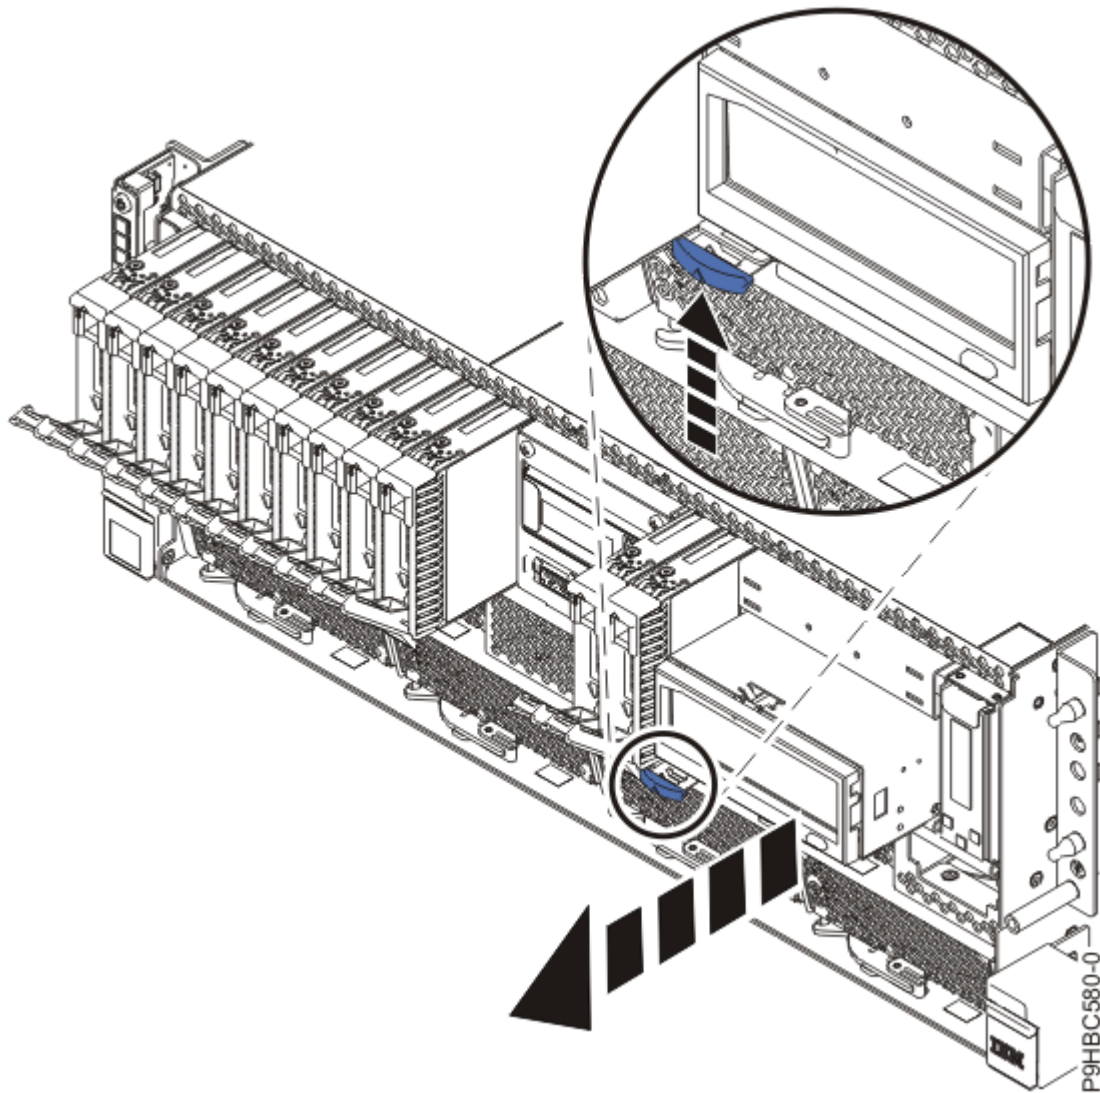

Abbildung 15. RDX-Andockstation teilweise ausbauen
- b) Wenn der Server ein RDX-Laufwerk enthält, dann drücken Sie die Verriegelung der RDX-Andockstation in Pfeilrichtung aufwärts (siehe Abbildung 15 auf Seite 17).